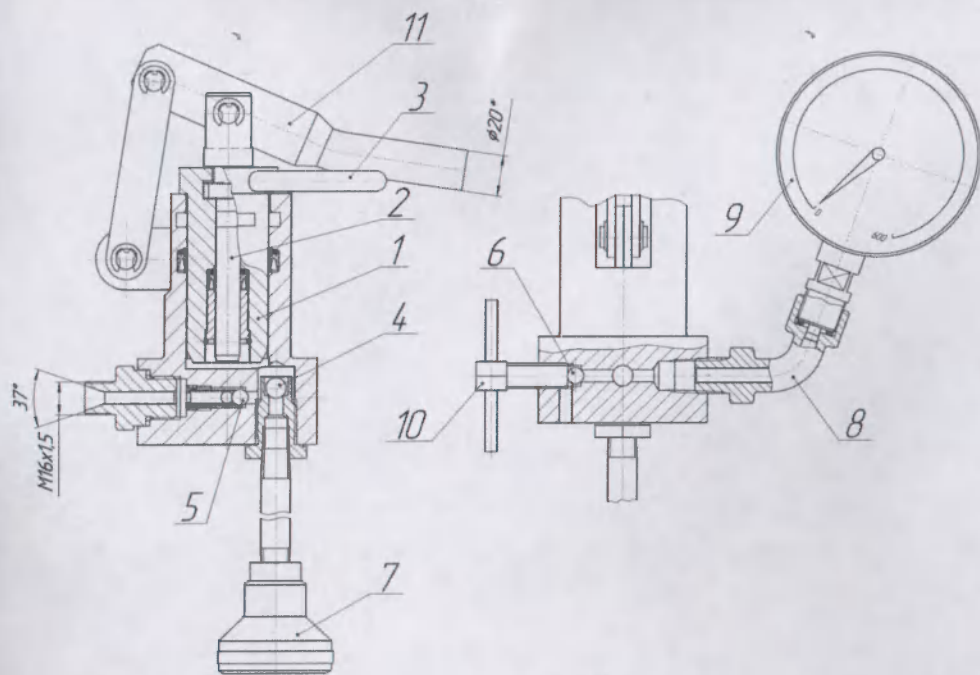

Рис.2
Насос установки (Рис.2) 2-х плунжерный, плунжер 1 - низкого давления, плунжер 2 – высокого давления, причём плунжер высокого давления расположен внутри плунжера низкого давления. Плунжеры между собой могут фиксироваться, в свою очередь плунжер низкого давления может фиксироваться в корпусе насоса. Это обеспечивается наличием соответствующих пазов и выступов. При работе насоса на низкой ступени (давление до 40 кгс/см^2) оба плунжера сцеплены и перемещаются вместе, при работе насоса на высокой ступени (давление свыше 40 кгс/см^2) перемещается только плунжер высокого давления, а плунжер низкого давления зафиксирован в корпусе. Переключение с низкой ступени на высокую и наоборот производится только в нижнем положении плунжера низкого давления путём поворота рукоятки 3 на 90° . Внутри насоса имеются всасывающий клапан 4, нагнетательный клапан 5 и клапан сброса давления 6. Всасывание рабочей жидкости
5.1.4. Установить манометр, предварительно вложив в штуцер 8 (см. Рис.2) медную прокладку.